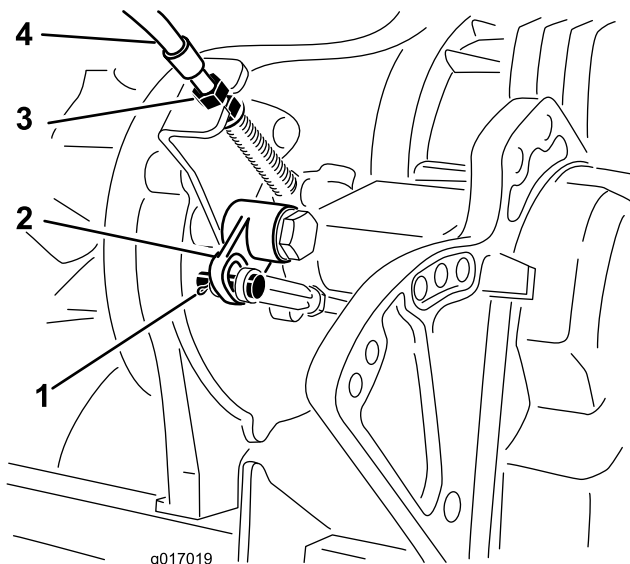

図 46
**注** たるみがある場合には、バルクヘッド 図 46 についているジャムナットを調整してたるみを取るスプリングを伸ばさない。
4. ベルクランクロッドのクレビスをベルクランクレバーに固定しているコッターピンとクレビスピンを外す 図 46。
5. ベルクランクレバーからクレビスを外す 図 46。
8. トランスミッションのバルクヘッド 図 46で、先ほどの調整に合わせてケーブルのジャム